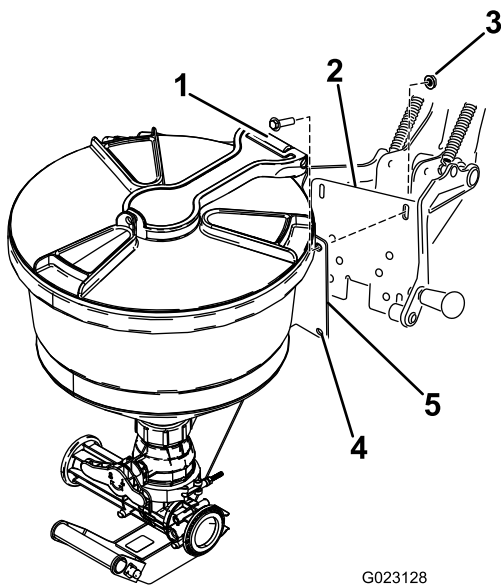

Figura 17
6. Alinhe os furos na placa de montagem do conjunto do misturador com os furos ranhurados na placa posterior da cavidade (Figura 17).